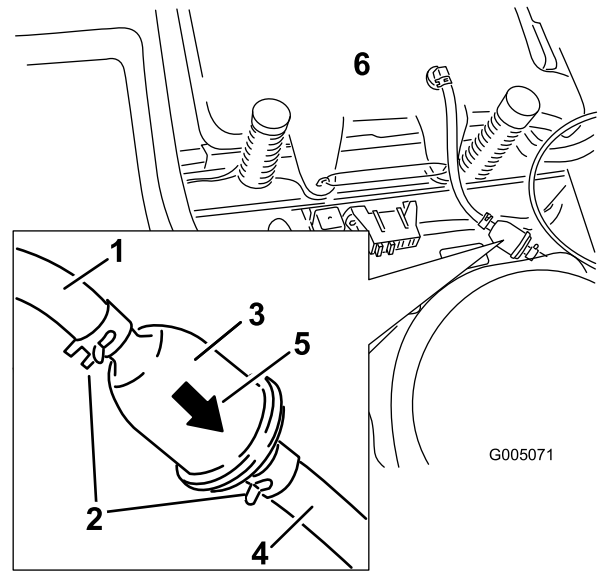

Figura 33
4. Apriete los extremos de las abrazaderas y deslícelas por el tubo alejándolas del filtro (Figura 33).
6. Instale un filtro nuevo – la flecha que indica el sentido de flujo debe apuntar hacia el motor. Acerque las abrazaderas al filtro (Figura 33) para sujetar éste.